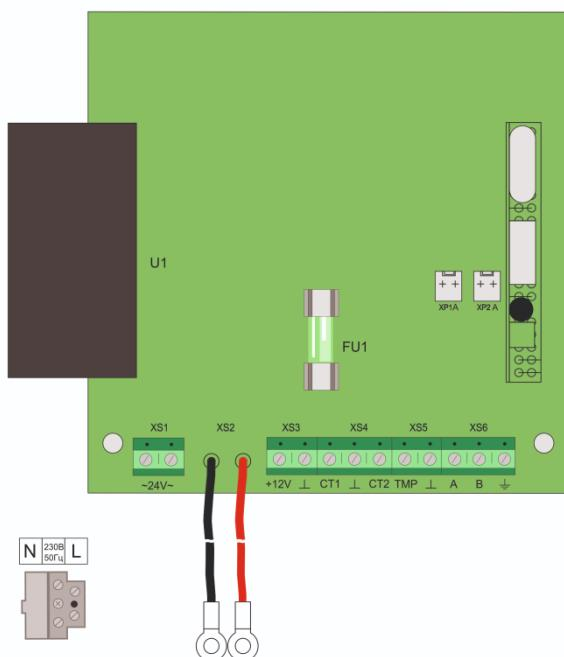

Рис.3
При подключении клемм СТ1 и СТ2 (см. таблицу 3 и рисунок 3) путем размыкания данных контактов относительно контакта « \perp » ББП формирует сигналы на внешние устройства об отсутствии электрической сети переменного тока 230 В и разряде АКБ,
6. При необходимости дистанционного контроля состояний отсутствия электрической сети переменного тока 230 В и разряда АКБ подключите клеммы СТ1 и СТ 2 (см. таблицу 3 и рисунок 3) к соответствующим устройствам.